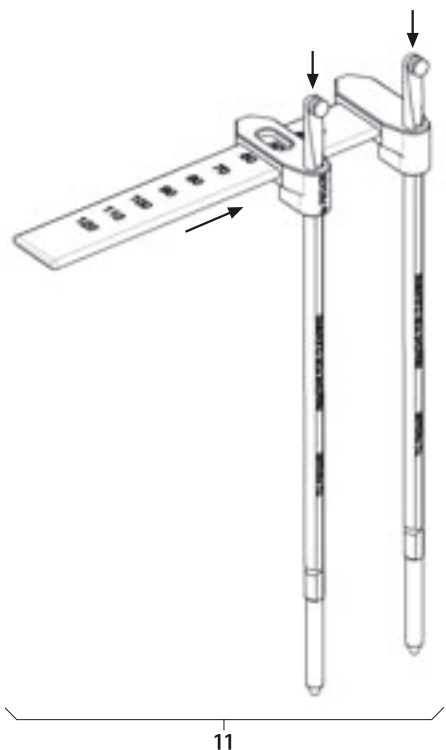

Fig. 15
- Montage de l'instrument de mesure de longueur de tige **11**, voir Fig. 15.